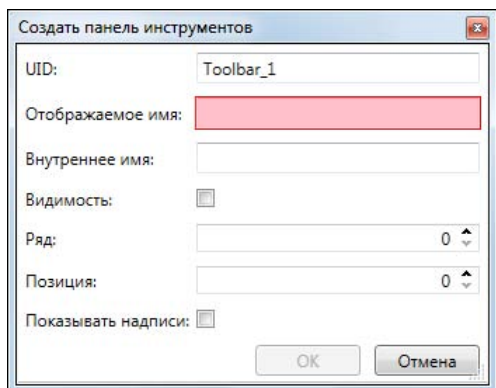

Рис. 12.16. Окно
- ◆ В окне **Создать панель инструментов** (рис. 12.16) заполнить параметры.